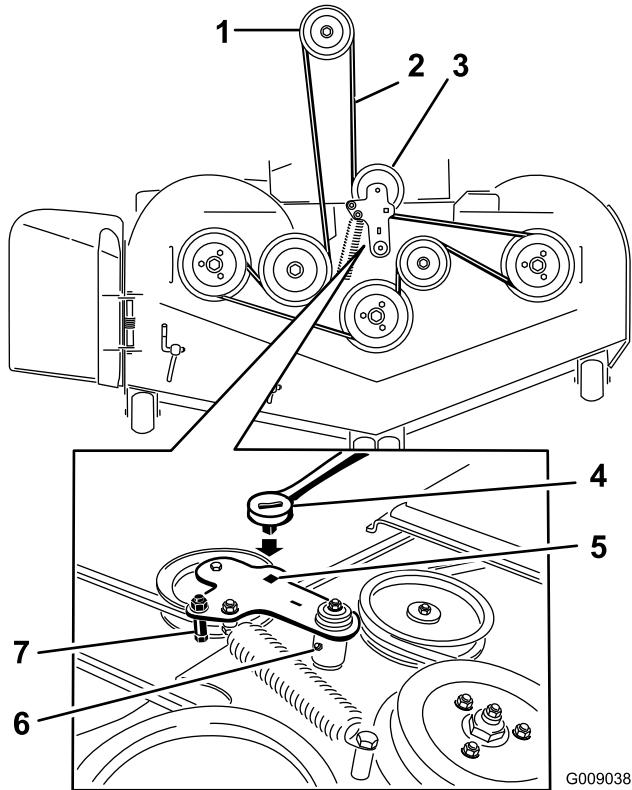

Bild 56
5. Setzen Sie eine Ratsche in das rechteckige Loch im Spannarm ein, um die Spannung an der Spannscheibenfeder zu lösen (Bild 56).
7. Nehmen Sie die Riemenschutzvorrichtung am gefederten Spannarm ab, wie in Bild 56 dargestellt.
9. Verlegen Sie den neuen Riemen um die Mähwerk- und Bremsscheiben unter dem Motor (Bild 56 ).
10. Nehmen Sie die Riemenführung am Spannarm ab, wie in Bild 56 dargestellt.
11. Setzen Sie die Spannscheibenfeder mit der Ratsche im rechteckigen Loch ein (Bild 56). Stellen Sie sicher, dass die Federenden in den Verankerungsritzen sitzen.